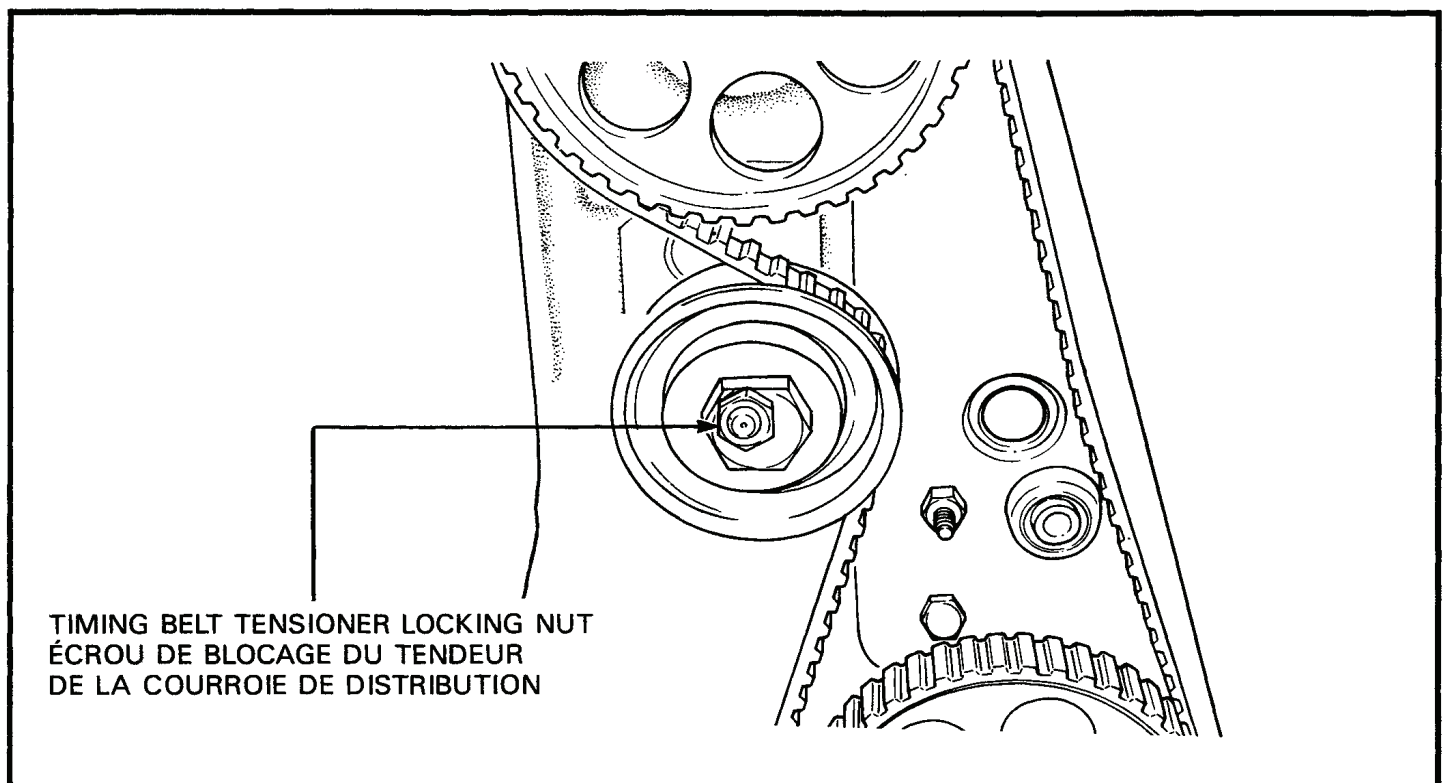

Figure 2-6-8 Timing Belt Tensioner
c. Loosen the timing belt tensioner locking nut, see Figure 2-6-8.	c. Desserrer l'écrou de blocage du tendeur de la courroie de distribution, voir figure 2-6-8.